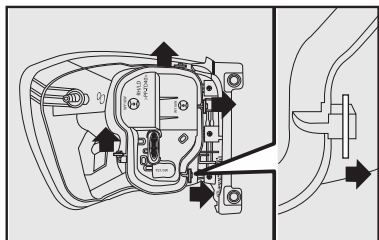

fig. 32
4) Puxar as travas no sentido das setas **fig. 32** para retirar o conjunto porta-lâmpadas.